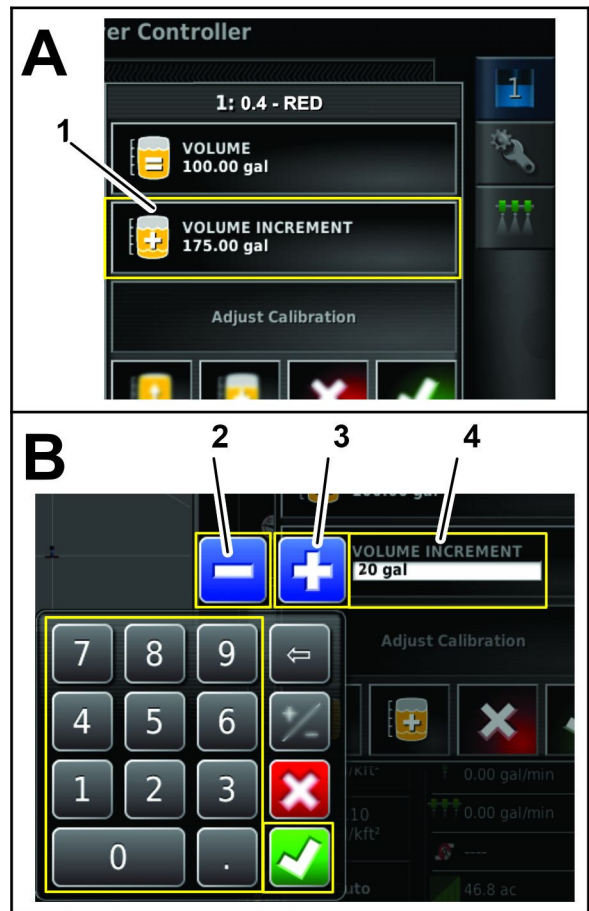

Рисунок 126
1. Нажмите на значок ЗАПОЛНЕНИЯ БАКА (Рисунок 126).